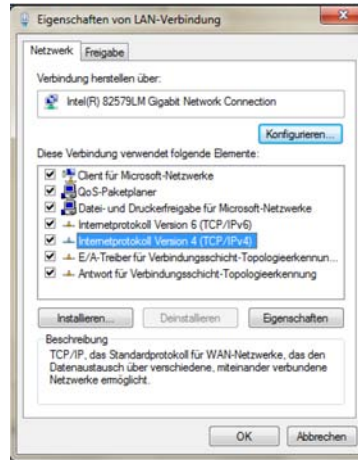

Abb. 15 Eigenschaften von LAN-Verbindung
- ➡ 4. Markieren Sie im Eigenschaften-Fenster, siehe Abb. 15, jetzt Internetprotokoll Version 4 (TCP/IPv4) und gehen Sie dann erneut auf Eigenschaften.